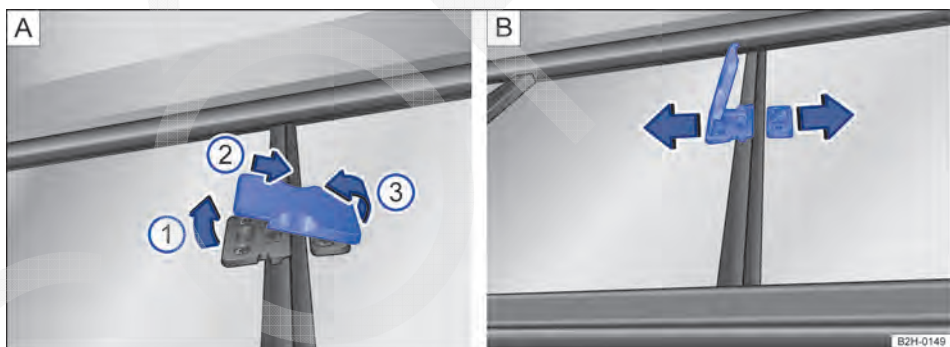

Fig. 35 No painel divisorio da capota rígida do compartimento de carga: travamento do vidro correção.
- Puxar ligeiramente o travamento ⇒ Fig. 35 A para cima, no sentido da seta ①.
- Empurrar o travamento na direção da seta ② até o batente.
- Rebater para fora o travamento na direção da seta ③.
- Abrir o vidro correção ⇒ Fig. 35 B no sentido da seta.
- Fechar o vidro correção ⇒ Fig. 35 B no sentido contrário à seta.
- Rebater para baixo o travamento ⇒ Fig. 35 A no sentido contrário à seta ③.
- Empurrar o travamento no sentido contrário à seta ② até o batente.
- Rebater de volta o travamento no sentido contrário à seta ①.